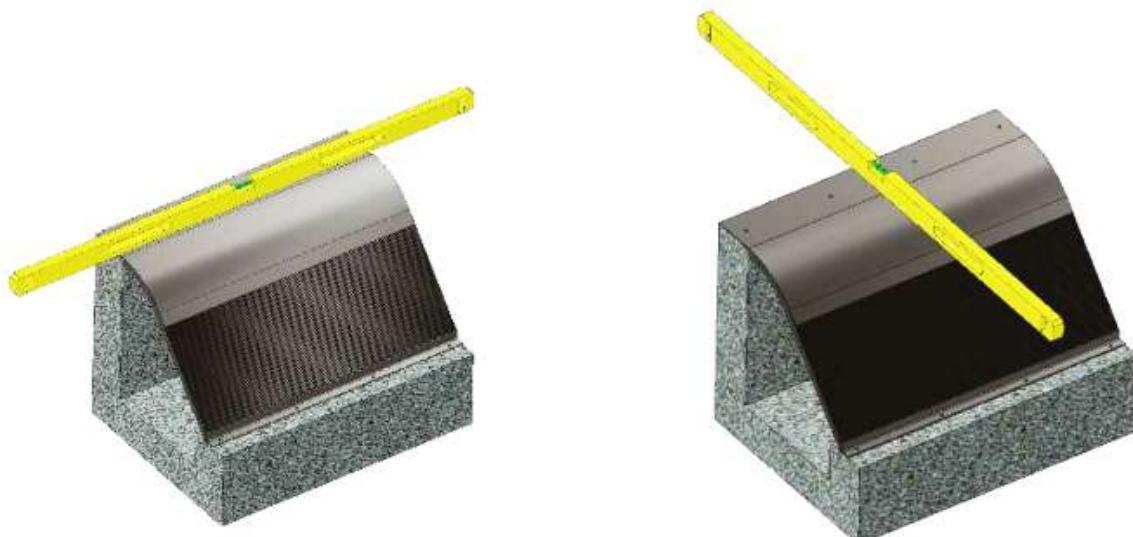

図3: 水平検査
- スクリーンを取水構造物に設置した状態で、水準器を使用してコアンダスクリーンが水平になっているか確認します。図3に示すように、2方向で水平を確認してください。